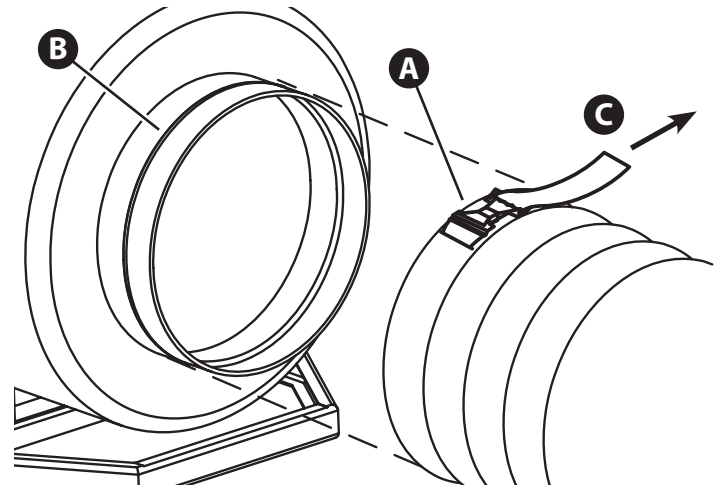

Figura 4.3
1. Instale el manguito del conducto flexible con la correa y abrazadera (A, Figura 4.3) sobre el anillo de salida del calentador. Asegúrese de que el manguito, la correa y la abrazadera queden más allá del reborde del anillo de salida (B).
2. Tire del extremo suelto de la correa (C) para apretar el manguito sobre el anillo de salida.